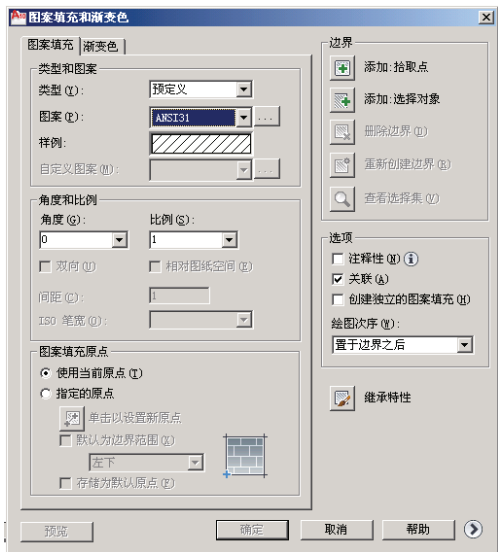

图 T7-18 “图案填充和渐变色”对话框
(1) 设置当前层为“剖面线”层。
(2) 单击“绘图”工具栏中的“图案填充”按钮,弹出“图案填充和渐变色”对话框,如图T7-18所示,选择“图案填充”选项卡。
(3) 点取“图案”文本后的向下小箭头,在弹出的列表中选择“ANSI31”。
(4) 在“比例”文本框中键入1。
(5) 单击“拾取点”按钮,在需要绘制剖面线的范围中点取。
(6) 退回“图案填充”对话框,单击“确定”按钮即可。